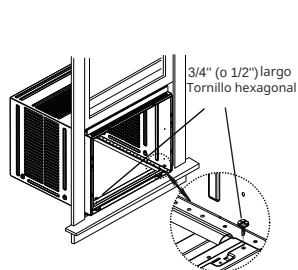
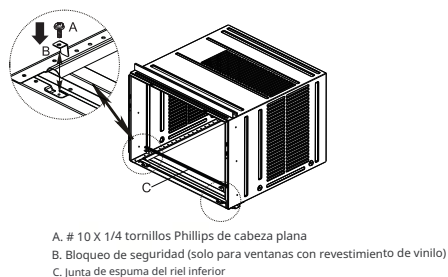

Fig.13
Fig.13B
4. Para ventana de madera: Fije el mueble al borde interior de la ventana con dos tornillos en los agujeros (Fig.13) (Puede que desee hacer agujeros piloto previamente). Para ventana con revestimiento de vinilo: Coloque dos bloques de seguridad en los agujeros ubicados en la parte inferior del mueble y conduzca dos tornillos de cabeza Phillips de 1/4" #10X1/4" a través de los bloqueos de seguridad en el mueble como se muestra (Fig.13B).